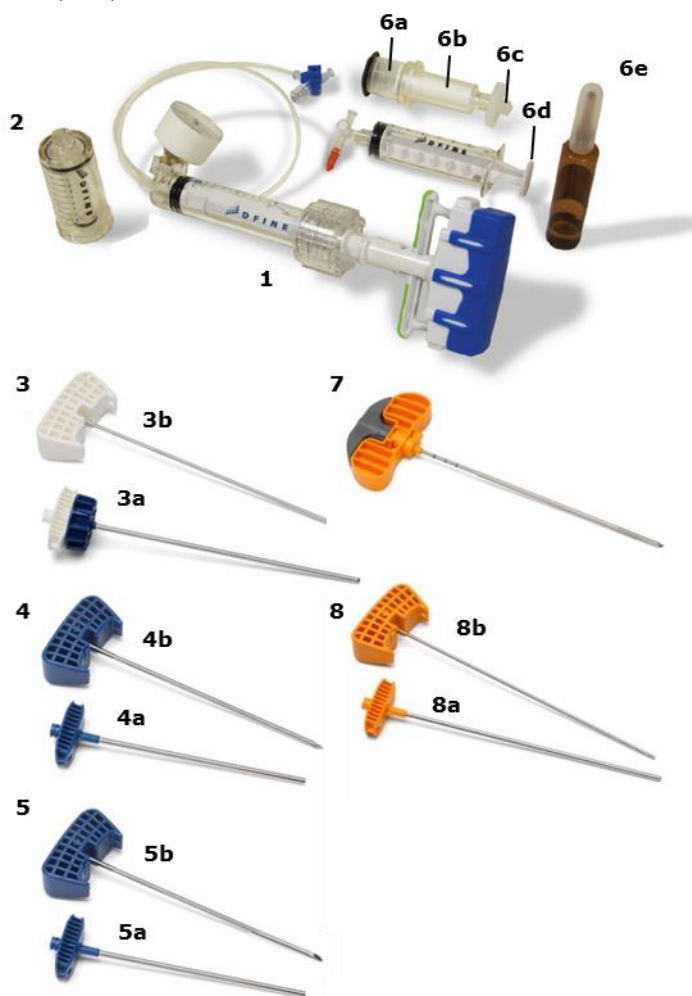

Рисунок 1. Система стабилизации позвоночника StabilIT MX
Система стабилизации позвоночника StabilIT MX предназначена для контролируемой доставки костного цемента StabilIT в лечении компрессионных переломов позвонков. Система стабилизации позвоночника StabilIT MX может включать до восьми (8) компонентов (Рис. 1).